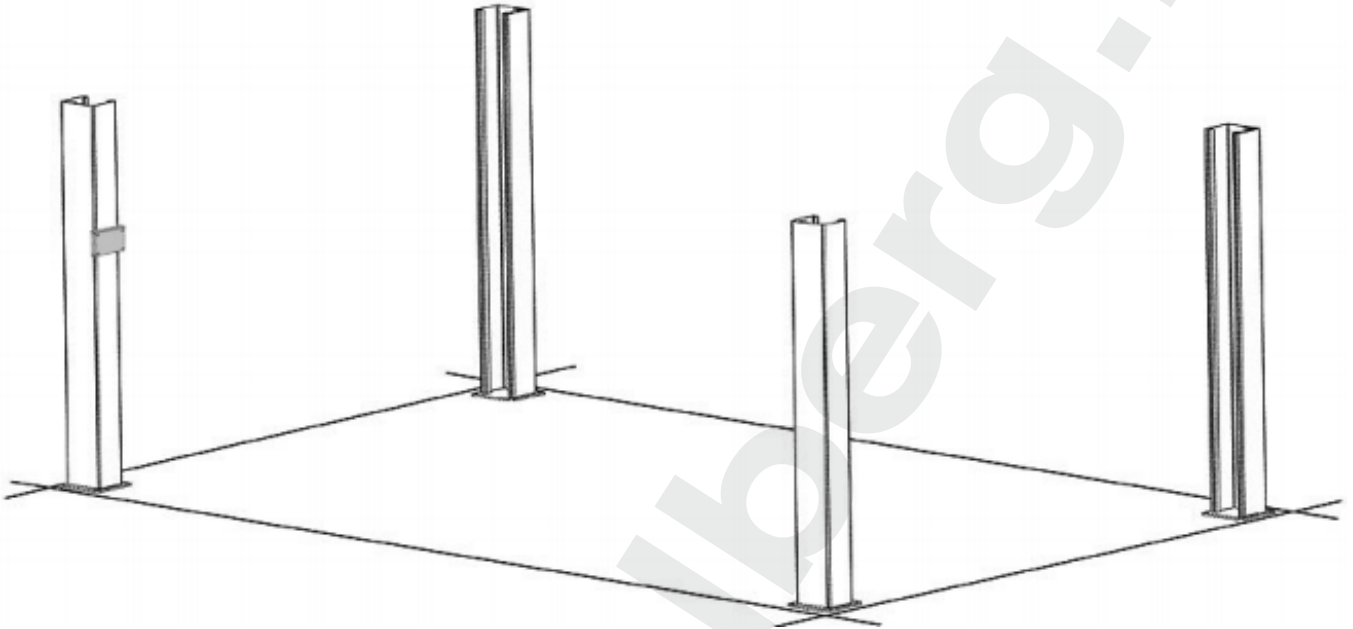

Рис. 3.1
1. Мелом расчертите схему установки подъемника на полу в соответствии с указанными в инструкции размерами. Обратите внимание на место расположения гидроагрегата. Расположите и установите стойки в соответствии с отмеченными меловыми линиями. **НЕ ЗАКРЕПЛЯЙТЕ** колонны к полу анкетными болтами на этом этапе установки. Соблюдайте осторожность, чтобы не допустить падение стоек (см. рис. 3.1).